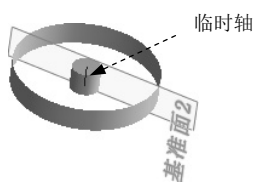
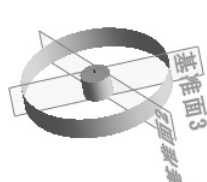

图 6.14.6 基准面 2
图 6.14.7 基准面 3
Step5. 创建如图 6.14.6 所示的基准面 2。选择下拉菜单 **插入(I)**  **参考几何体(G)**   **基准面(F)...** 命令；选择下拉菜单 **视图(V)**  **隐藏/显示(H)**   **临时轴(A)** 命令，即显示临时轴；选取图 6.14.6 所示的临时轴和右视基准面作为参考实体；在  文本框中输入数值 30.00；单击  按钮，完成基准面 2 的创建。
Step6. 创建如图 6.14.7 所示的基准面 3。选择下拉菜单 **插入(I)**  **参考几何体(G)**   **基准面(F)...** 命令；选取如图 6.14.6 所示的临时轴和基准面 2 为参考实体，在  文本框中输入角度值 60.00，选中 ☒ **反转等距** 复选框；单击  按钮，完成基准面 3 的创建。